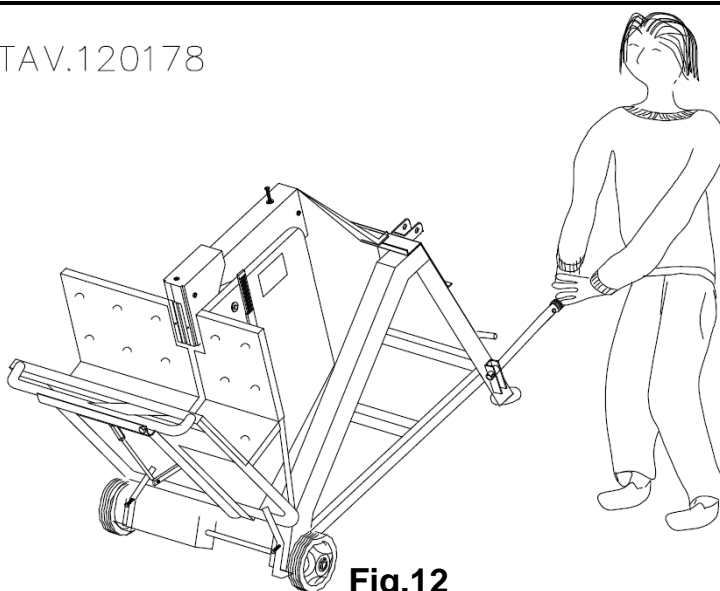

Fig.12
- Un operatore può trasportarla usando le ruote (Fig.12).